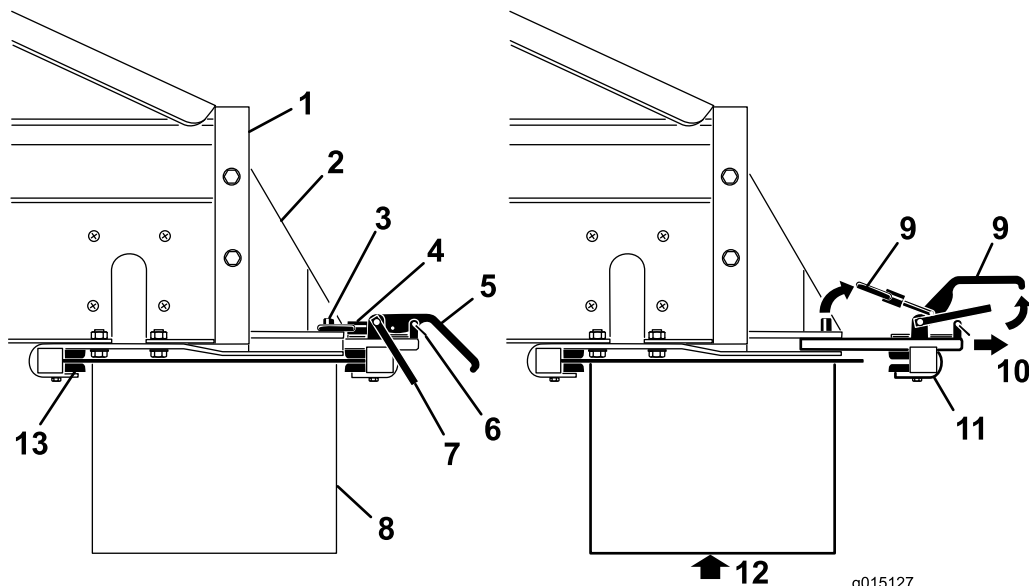

图29
1. 卸下锁紧手柄 (图29)上的安全门夹。
2. 提起安全门, 然后提起附件连接锁紧手柄, 再从锁销中放开锁环 (图29)。
3. 将后部的附件连接锁紧组件滑出快速连接槽 (图29)。
4. 在协助下, 将位于 MH-400 后部的双甩盘的前端插入固定架前部的锁紧装置 (图29)。
5. 在为双甩盘提供支撑的同时, 将后部附件连接锁紧组件滑回支架的槽内, 并位于尾端上方 (图29)。
7. 将安全门夹装回锁紧手柄 (图29)。